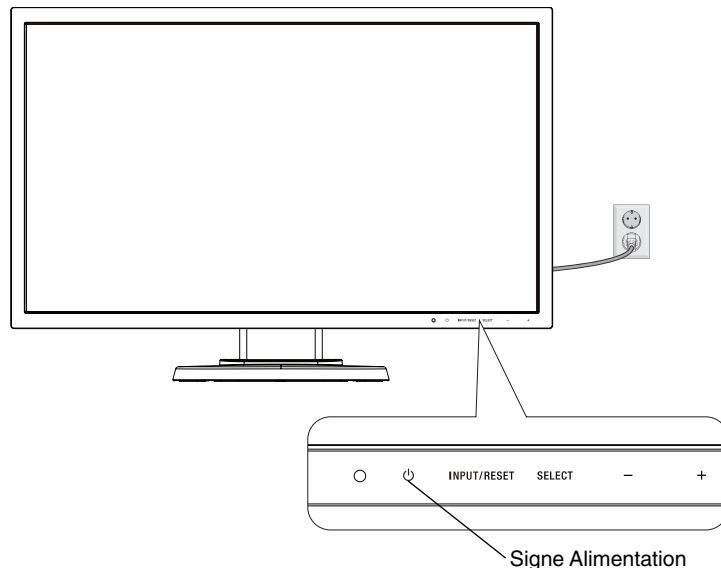

Figure E.1
8. Allumez l'ordinateur, puis le moniteur en appuyant sur le symbole d'alimentation situé sur la face avant (**Figure E.1**).